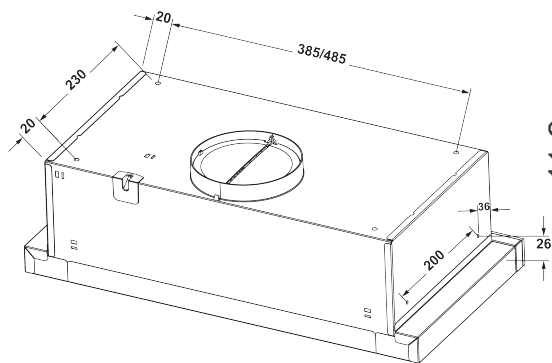

Рис. 4
6.5 Крепить вытяжку к шкафчику рекомендуется использовать 4 саморезы 4,8x13 DIN968 с середины вытяжки (саморезы в комплект поставки не входят).(рис.4 / 4.1).